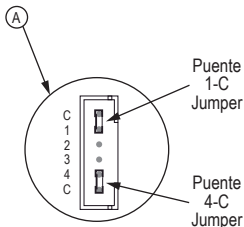

Fig. 2
En función del tipo de carga, es posible seleccionar el tipo de regulación mediante la colocación, o no, de un puente (Fig. 2) entre las bornas 4 y C del terminal A (1):
Incorpora la posibilidad, a través de un puente del terminal A, entre las bornas 1 y C, de seleccionar la curva de regulación (Fig. 2):
Depending on the type of load, it is possible to select the dimming technology by placing, or not, a jumper (Fig. 2) between pins number 4 and C of terminal A (1):
It incorporates the possibility to select the dimming curve through a jumper (Fig. 2) between the pin 1 and C from terminal A:
- 2) Select the dimming technology correctly via the 4-C bridge from terminal A (Fig. 2).